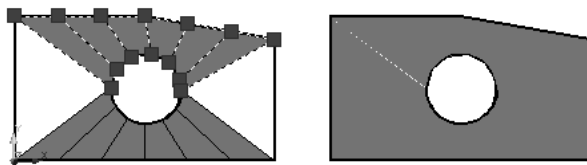

Рис. 11.12. Этапы построения плоской полигональной поверхности с круглым отверстием
Чтобы создать отверстие в поверхности, которая натягивается на каркас, выполните следующие операции (рис. 11.12):
3. Постройте две поверхности соединения по дугам и отрезкам контура каркасной модели, воспользовавшись командой **RULESURF** (П-СОЕД) (см. далее). В левой части рис. 11.12 показана одна из построенных, а затем раскрашенных поверхностей.